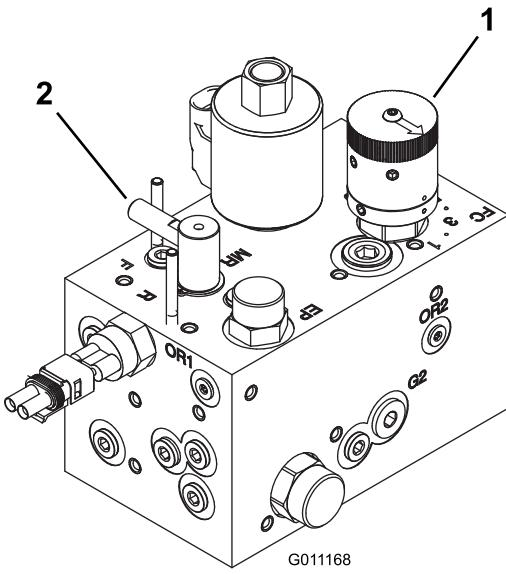

Figura 41
- Girate la manopola di comando della velocità dei cilindri (Figura 41) fino al numero impostato determinato nella fase 1.